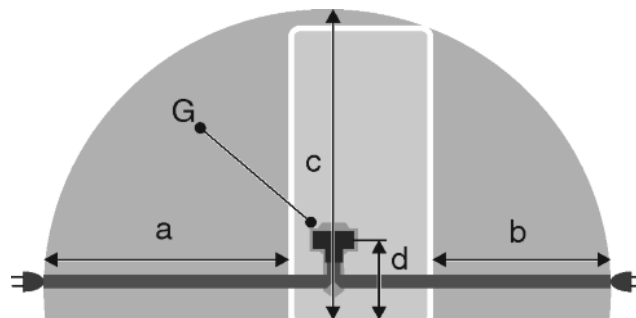

Fig. 22
- Zásuvka sa nachádza mimo oblasti zadnej strany zariadenia v uvedenej oblasti Fig. 22 (a, b, c).
- ▶ Zástrčku zariadenia Fig. 22 (G) zastrčte na zadnej strane zariadenia. Dbajte na správne zaklapnutie.